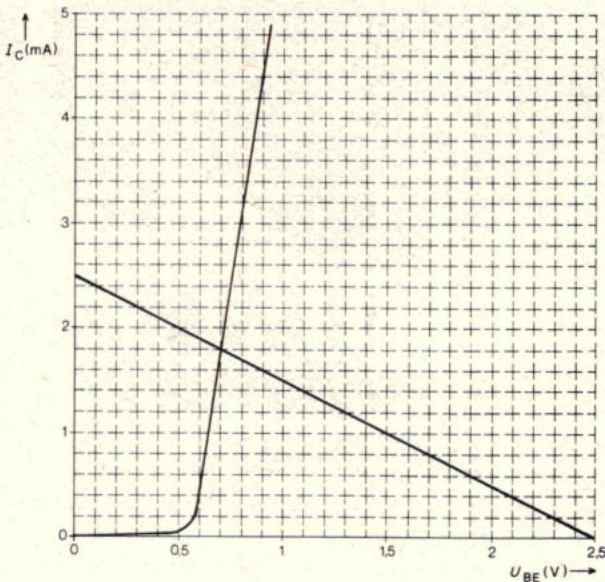

Fig. 18.
4. Van de transistor in de schakeling van fig. 17 is in fig. 18 de  $I_c - U_{BE}$  karakteristiek gegeven.
a. De belastingslijn in fig. 18 gaat door het punt ( $U_{BE} = 2,5 \text{ V}$ ,  $I_c = 0 \text{ mA}$ ) en ( $U_{BE} = 0 \text{ V}$ ,  $I_c = 2,5 \text{ mA}$ ).